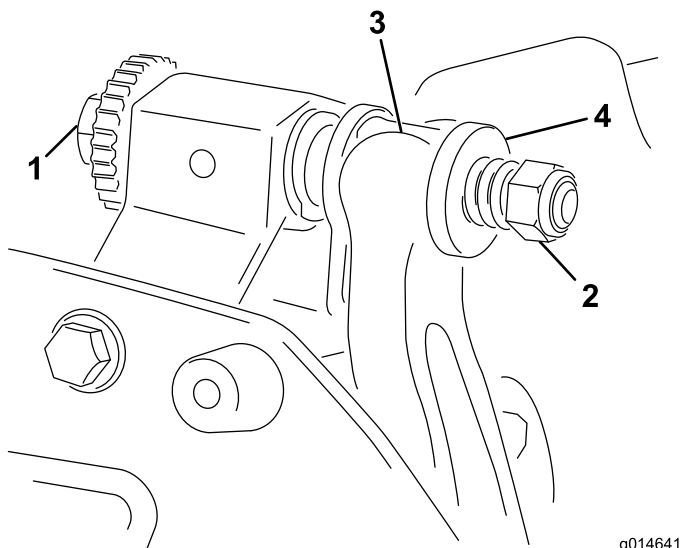

图16
1. 逆时针旋转底刀架调节螺丝，将底刀后撤离开滚刀（图16）。
2. 退出弹簧加压螺母，直到垫圈不再对底刀架（图16）施压。